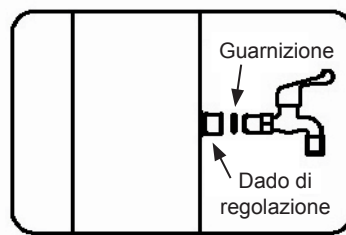

FIGURA 2
4. Se la doccia è dotata di sciacqua piedi fissarlo al tubo con il dado di regolazione. (FIGURA 2)